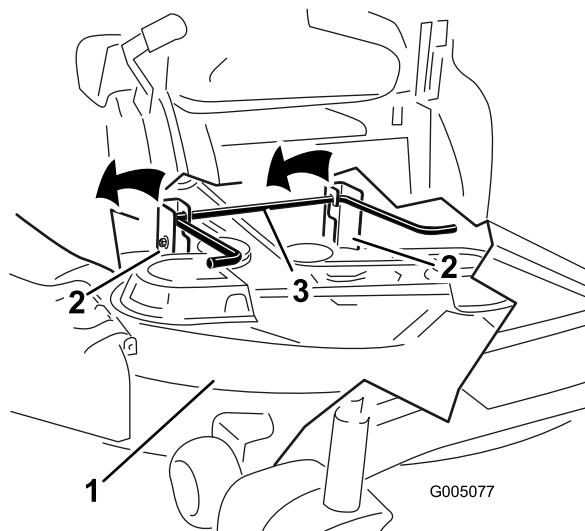

Figura 57
5. Eleve la carcasa de corte y separe ésta y las pletinas de suspensión de la varilla de elevación trasera; luego baje el cortacésped con cuidado al suelo (Figura 57).
- Eleve la parte trasera de la carcasa de corte y coloque los soportes sobre la varilla de elevación trasera (**Figura 57**).